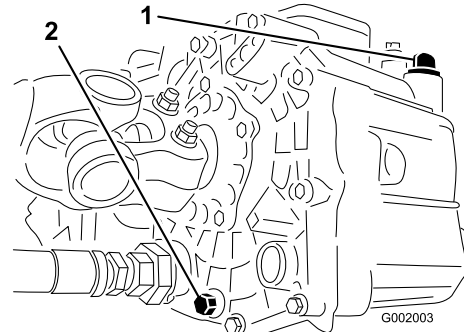

Bild 68
3. Nehmen Sie die Ablassschraube an der Seite des Behälters ab und lassen Sie die Hydraulikflüssigkeit in die Auffangwanne ablaufen (Bild 68).